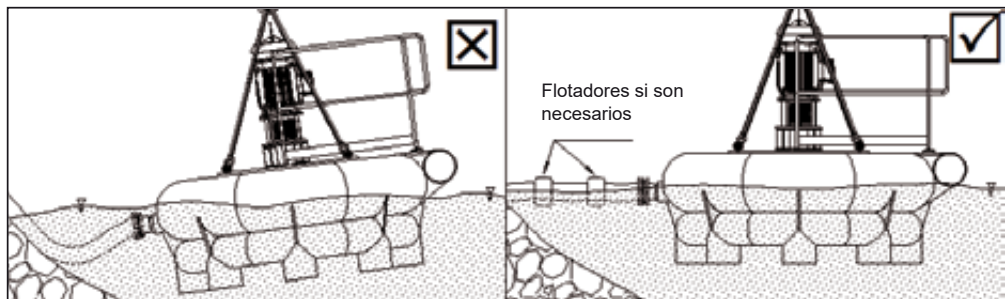

Figura 12
- La tubería de descarga debe ser relativamente flexible y debe flotar cuando está llena del fluido bombeado, para no producir momentos que puedan voltear el equipo de bombeo. El HDPE flota en fluidos iguales o más densos que el agua, incluso lleno con el fluido bombeado. En caso de ser necesario se debe instalar flotadores independientes para sostener la tubería de descarga (Figura 12).